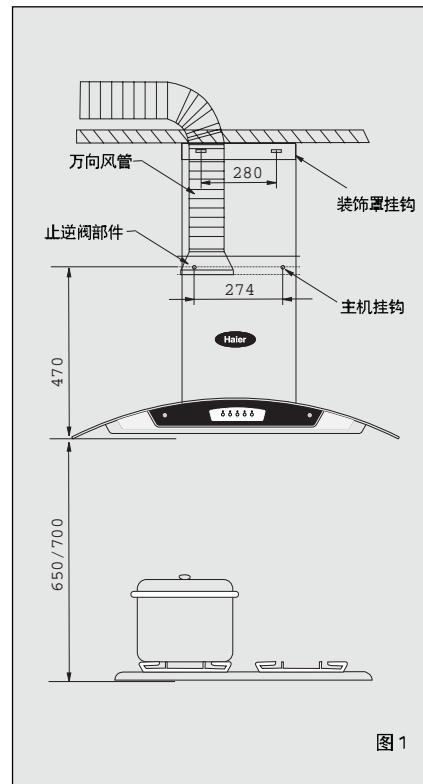

图1
- 按图1尺寸在灶具上方坚实的地方确定冲击钻钻孔位置。冲击钻配上Φ8的冲击钻头，在钻孔位置上钻出2个直径为8mm，深为50mm的孔（间距为274mm），在两个打孔处安装膨胀螺栓，固定主机挂钩，旋入木螺钉拧紧。
- 根据实际情况确定内装饰罩的高度，按图1尺寸在安装吸油烟机位置正上方坚实的地方确定冲击钻钻孔位置（间距为280mm）。在钻孔位置上钻出2个直径为8mm，深为50mm的孔，牢固埋设膨胀管，将装饰罩支架固孔对准膨胀管，旋入木螺钉拧紧。
将止逆阀部件与密封垫圈置于主机的出风口处，用8个M4x20的十字槽扁盘头螺钉紧固。将万向风管插入止逆阀座的槽内，并用2个ST3x8的螺钉紧固于止逆阀部件上（图1）。
- 将装饰罩放置于主机出风口处，注意装饰罩下部与外罩顶部周边相吻合，根据实际情况确定内装饰罩的高度并固定装饰固定架后，将内装饰罩固定在固定架面（图1）。